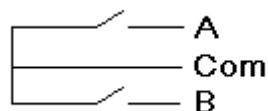

図 1
1. ホイールマウスエンコーダーの端子 A(図 1 参照)と TMPM3U0FSDMG MCU ボードの端子 30(ENCA)を接続します。
2. ホイールマウスエンコーダーの端子 B(図 1 参照)と TMPM3U0FSDMG MCU ボードの端子 29(ENCB)を接続します。
3. マウスの USB と PC を接続し、ホイールマウスエンコーダーの Com(図 1)を 5V と接続します。